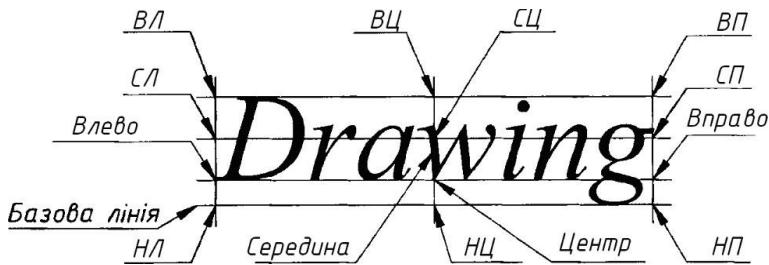

Рисунок 5.4. Розміщення точок вирівнювання відносно текстового рядка
Дев'ять наступних опцій, кожна з яких позначена двома літерами, подібно до трьох останніх з описаних вище, призначені для вирівнювання тексту відносно заданої точки. Літери у назві опції вказують на положення точки вирівнювання відносно тексту. Вони означають: **В** – Верхній (T – Top), **С** – Середній (M – Middle), **Н** – Нижній (B – Bottom), **Л** – Лівий (L – Left), **Ц** – Центральний (C – Center), **Р** – правий (R – Right). Отже, вирівнювання за допомогою опції **ВЛ** (TL) приведе до такого розміщення тексту, коли вказана користувачем точка вирівнювання буде знаходитись у верхній лівій точці рядка. Взаємне положення тексту і різних точок вирівнювання ілюструє рис. 5.4.